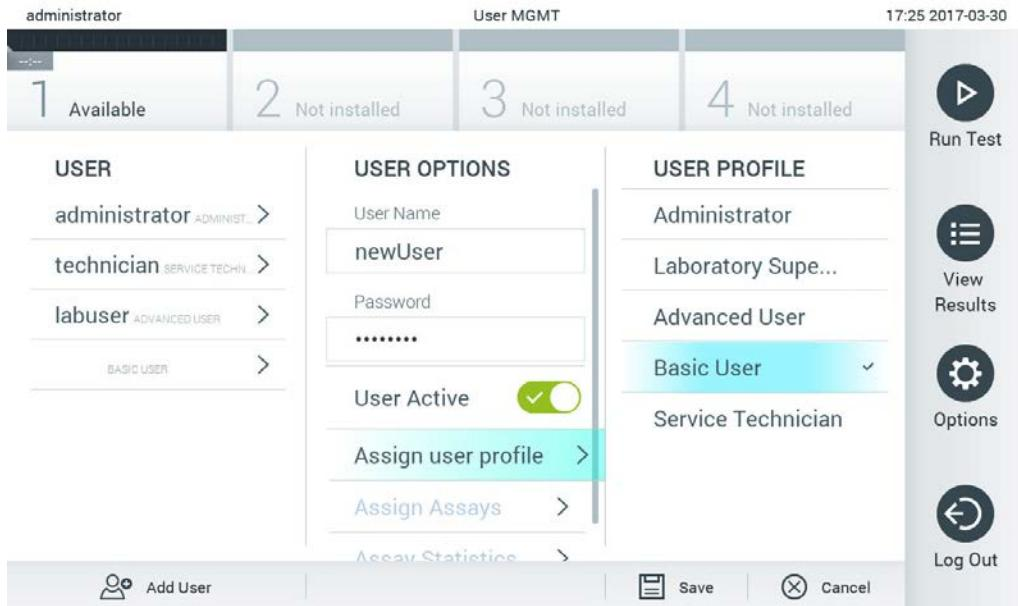

Figura 58. Alocarea unui profil de utilizator unui utilizator nou.
4. Apăsați **Assign User Profile** (Alocare profil de utilizator) și alocați profilul de utilizator corespunzător (din lista din dreapta zonei de conținut) noului utilizator (Figura 58).